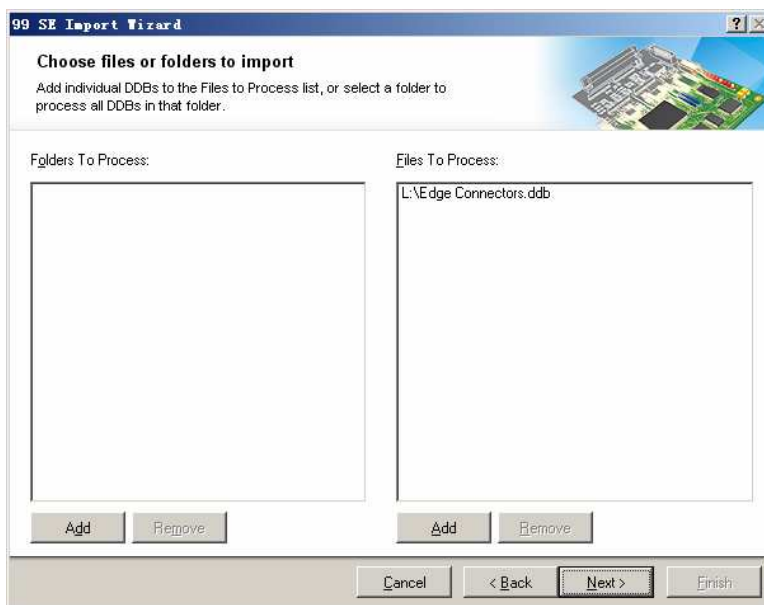

图 10.6 “Choose files or folders to import”页面
(4) 单击“Next”按钮，“99 SE Import Wizard”导入向导显示如图 10.6 所示的“Choose files or folders to import”页面